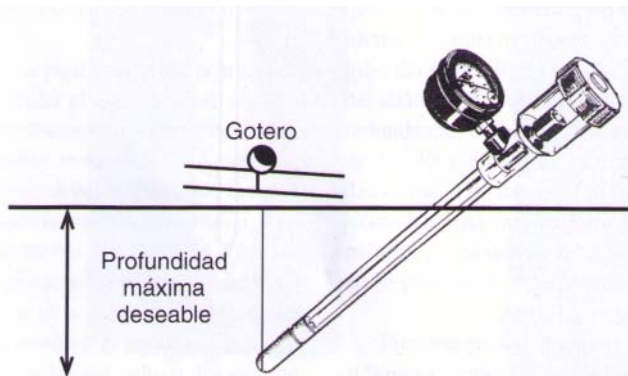

Figura 3. Forma de actuar para determinar el tiempo máximo de riego.
- Colocar un tensiómetro en la vertical de un gotero y a la profundidad considerada como máxima para un buen aprovechamiento del agua por las raíces, según se observa en la figura 3. Poner un poco de tierra fina y seca en el agujero antes de introducir el tensiómetro para provocar una elevación de la tensión.